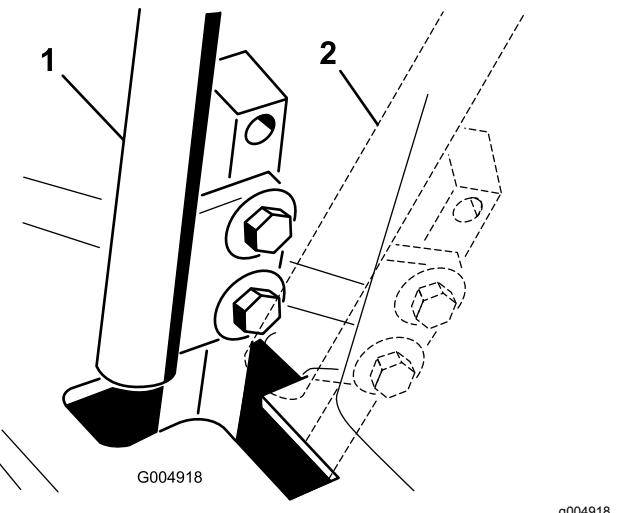

Figura 84
4. Mueva la palanca de control a la posición de PUNTO MUERTO, pero **no a la posición de bloqueo** (Figura 84).
6. Compruebe la posición de la palanca de control con relación a la muesca de la consola (Figura 84).